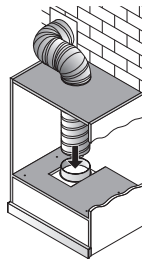

Рис. 4
- соедините воздуховод с адаптером вытяжки. (Рис. 4)